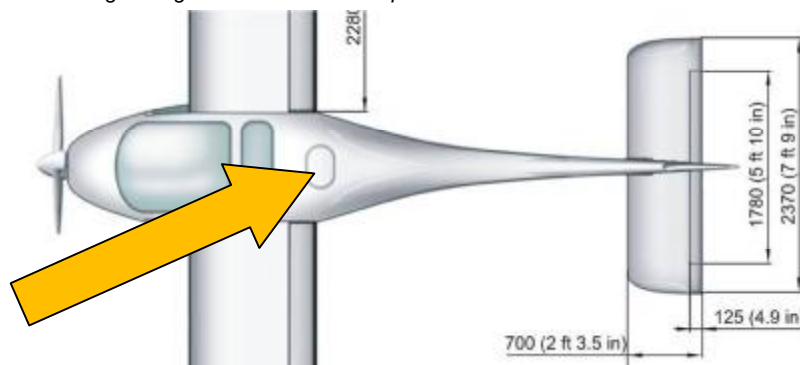

Fig. 2 – Sample view of the location of the extraction hatch on a CTLS – other aircraft use the equivalent position
*Der Deckel der Ausschussöffnung ist auf der Rumpfoberseite hinter dem Dachfenster der Kabine angebracht, direkt über dem Rettungsgerät, das im Gepäckfachbereich eingebaut ist. Fig. 2 zeigt die Position am Beispiel der CTLS.*